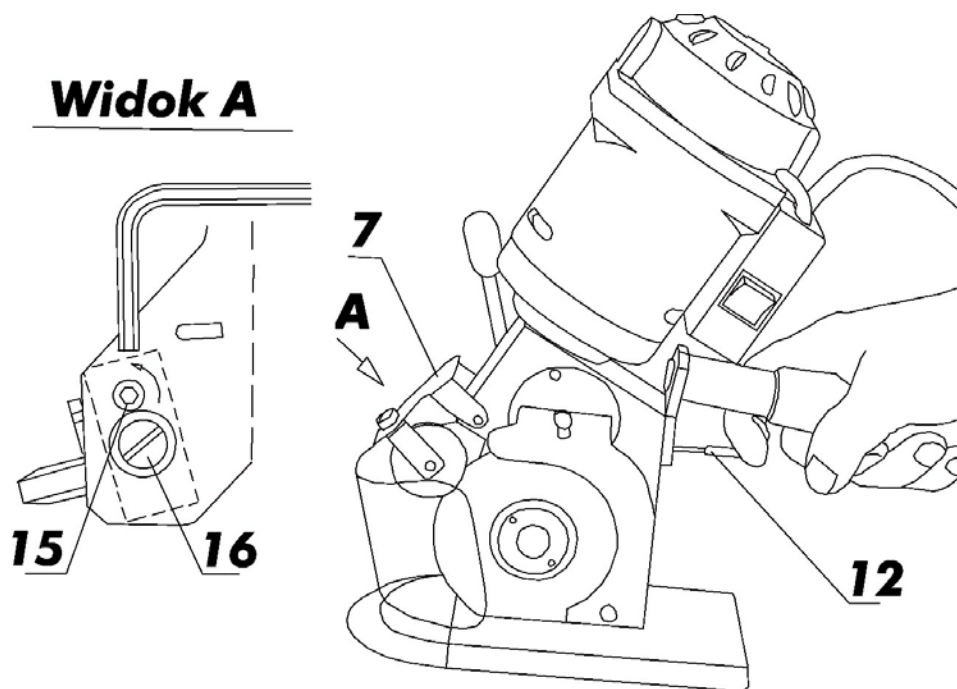

Рис. 3. Затачивание ножа.
Высокой производительности и качества раскроя можно добиться только при использовании острого ножа. Увеличение сопротивления при раскрое и натягивание нижних слоев раскраиваемого материала указывают на то, что нож затупился. Для затачивания тягой (12) приткнуть заточный диск к вращающемуся ножу так, как показано на рис. 3.
Если шлифование оказалось неэффективным, следует увеличить угол наклона заточного диска к поверхности ножа. С этой целью, после остановки ножа отверткой повернуть эксцентрик (15) на небольшой угол так, чтобы его конец переместился на 10-15 мм в направлении стрелки – вид А рис. 3 (нельзя освобождать винт (16)). Правильный угол наклона заточного диска устанавливается методом проб, проверяя эффективность затачивания ножа, при необходимости многократно повторяя (как описано выше) поворот эксцентрика на небольшой угол.